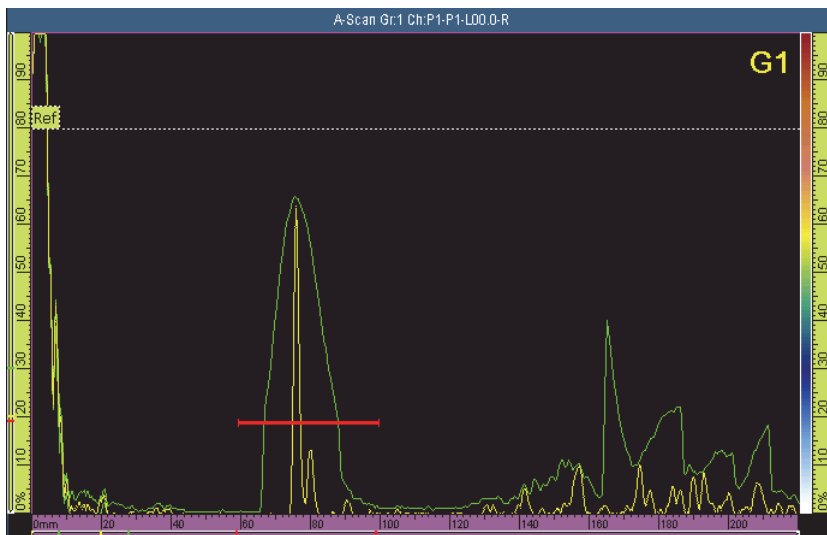

图 5-22 在信号包络上设置闸门 A
6. 在**在回波 A 上设置闸门 A**步骤中, 参见第 129 页的图 5-22: